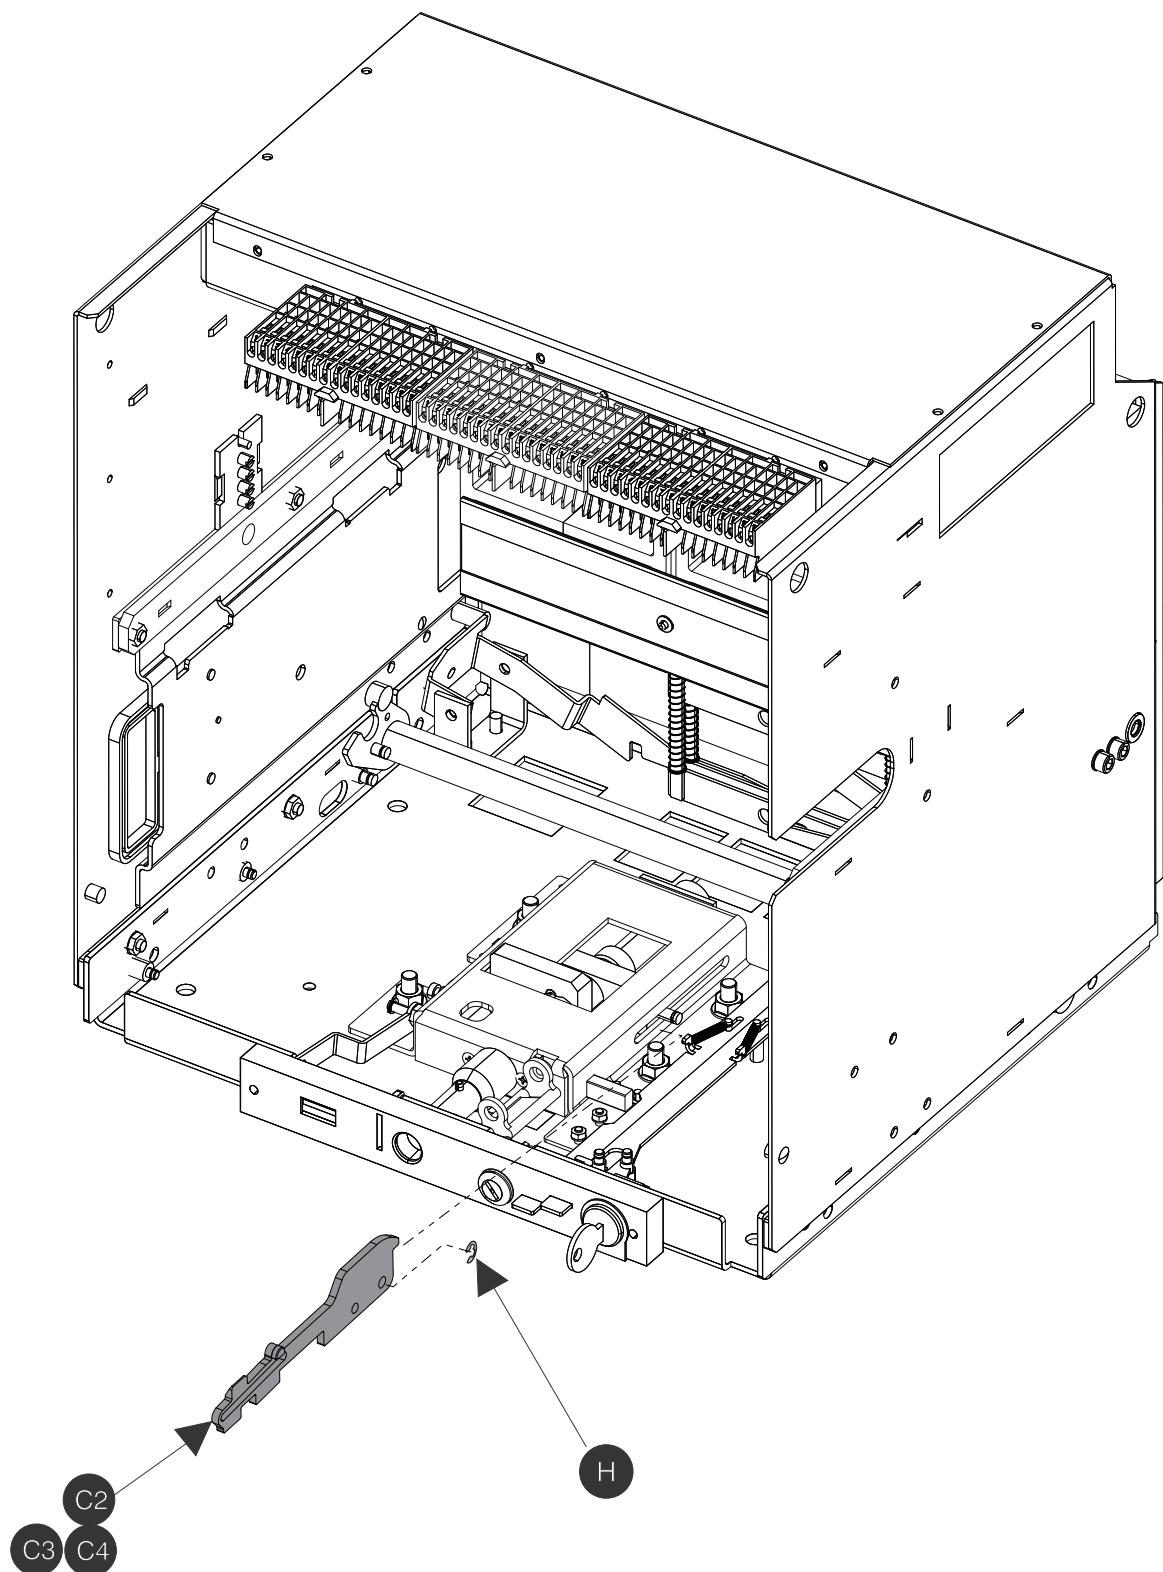

Fig. 23
- Assemble the parts shown in figure 23 from M-PACT.
- Montieren Sie die in Abbildung 23 gezeigten Teile aus der M-PACT/M-PACT plus FR1-Kassette
- Assembler les pièces illustrées à la figure 23 à partir de la cassette M-PACT/M-PACT plus FR1